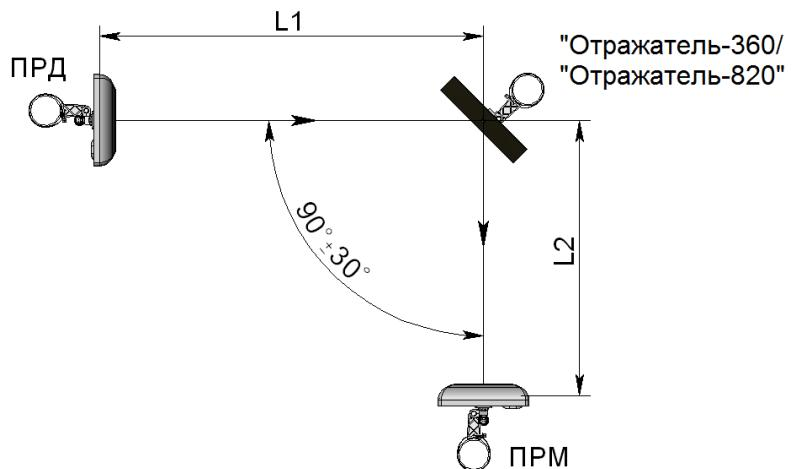

Рисунок 2.15 – Установка извещателей с применением отражателя «Отражатель-360» («Отражатель-820»)
2.3.9.2 При работе извещателей «ФОРТЕЗА-50А», «ФОРТЕЗА-100А», «ФОРТЕЗА-200А» с «Отражателем-360» (см. рисунок 2.15) суммарная длина зоны обнаружения L1+L2 (где L1 – расстояние между блоком ПРД и отражателем, L2 – расстояние между отражателем и блоком ПРМ) не должна превышать: